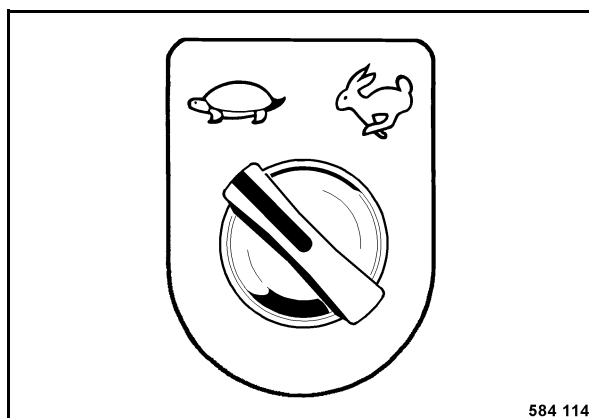

Fig. 48
- Conectar el margen de traslación velocidad de trabajo (Fig. 48) (tortuga).